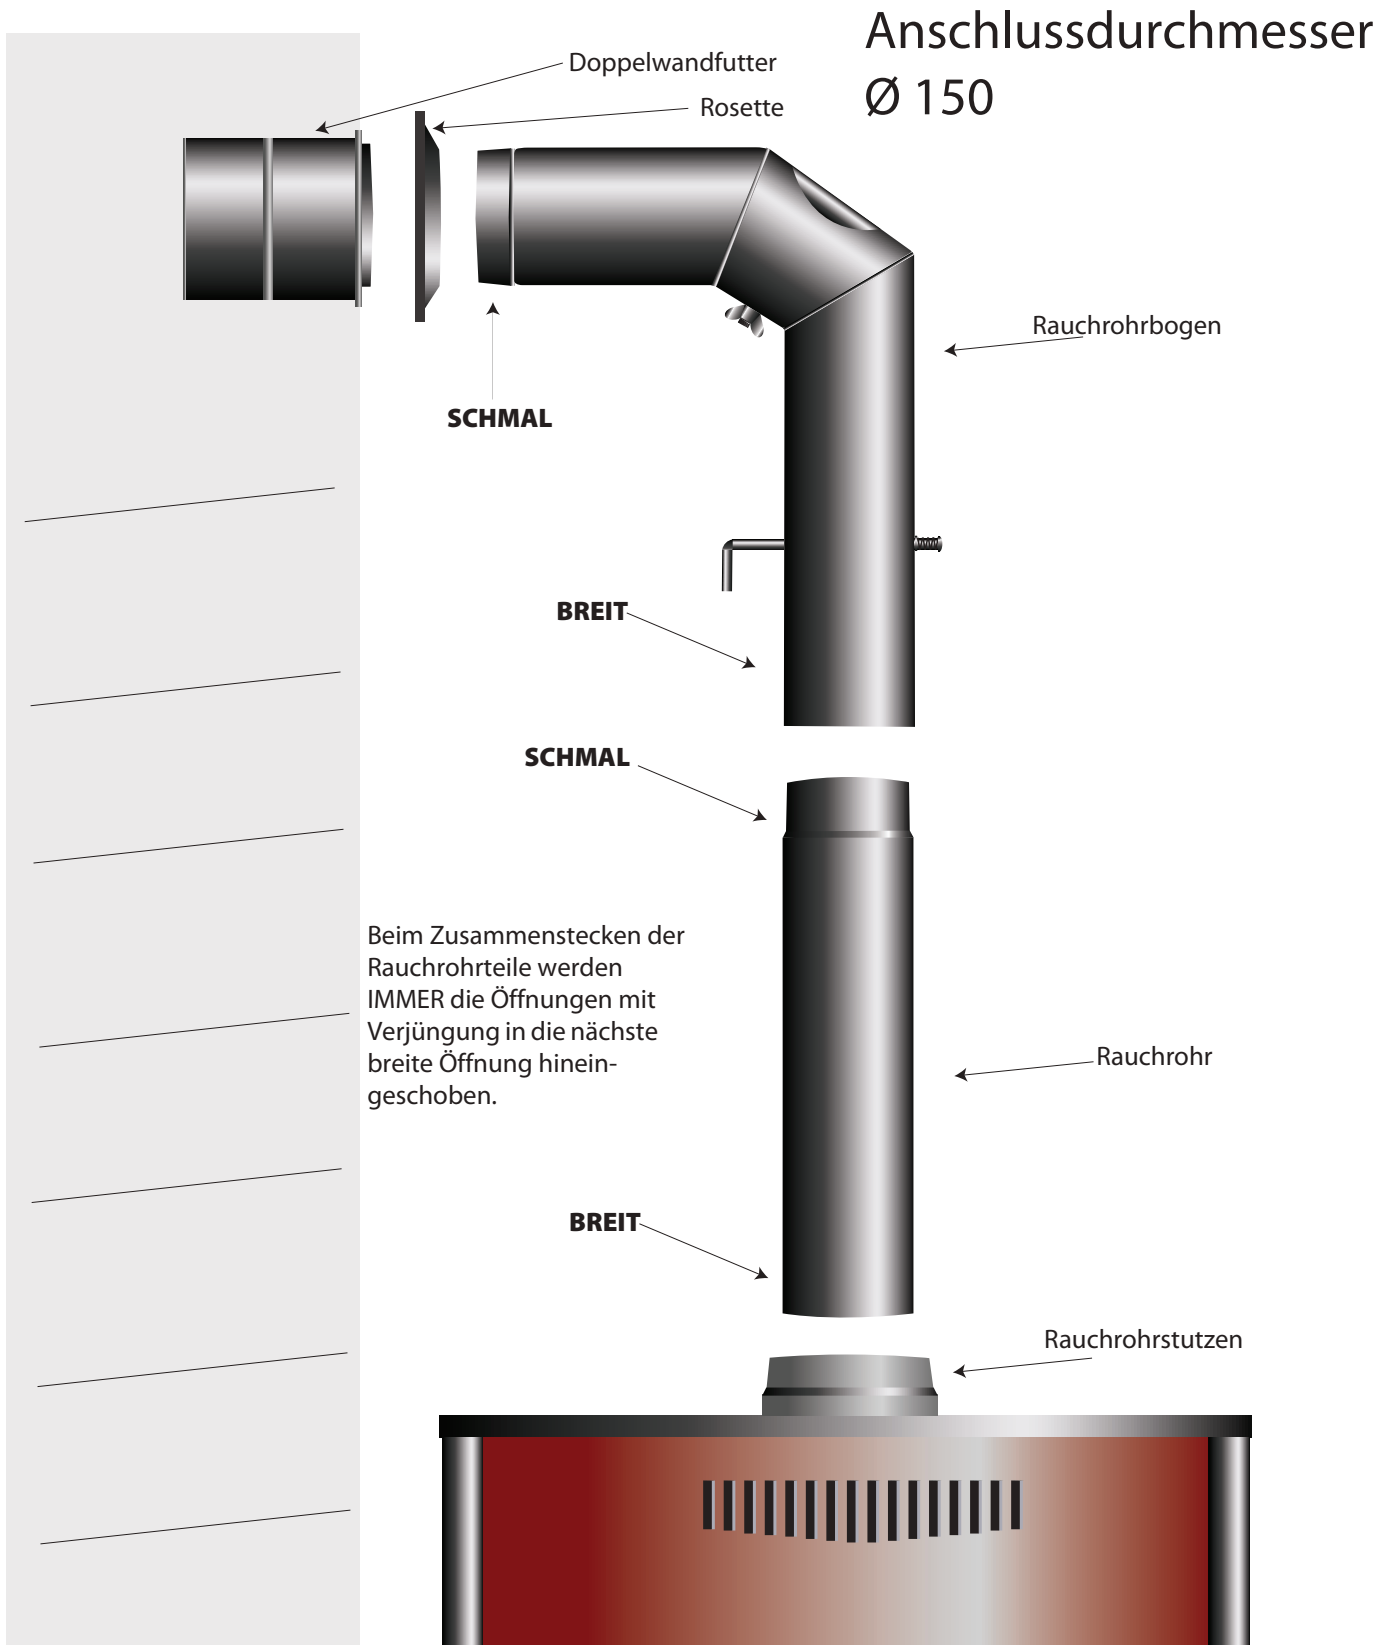

Abbildung 1 Anschluss des Kaminofens an den Schornstein
2. Abbildung 1 Anschluss des Kaminofens an den Schornstein	Seite 4